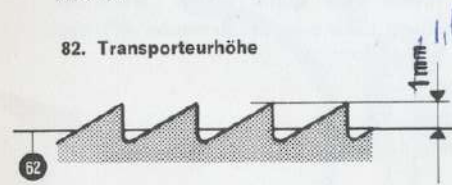

Abb. 35
Jetzt Sockeldeckplatte (65) mit der Stichplatte (62) abnehmen. Die beiden Befestigungsschrauben (66) der Kupplungshälfte (63), die an der dem Ständer zugewendeten Seite liegen, sind leicht zugänglich. Nach Lösen dieser Schrauben (66) schiebt man die Kupplungshälfte (63) nach vorn oder nach hinten, damit hebt oder senkt man den Transporteur (61). Nach dem Festziehen der Schrauben (66) und Aufsetzen der Deckplatte (65) überzeuge man sich, dass der Transporteur wie oben angegeben 0,9–1 mm über der Oberkante der Stichplatte steht (Abb. 35 bis 37).